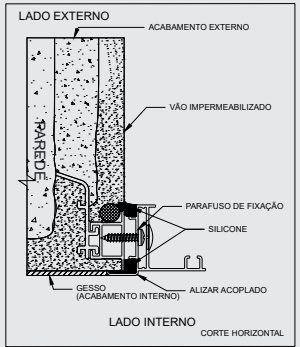

Figura 17 - Posicionamento Maxim Ar no contramarco com alizar acoplado
- g) No caso dos modelos com alizar acoplado, realizar a instalação (Conforme Figura 17).